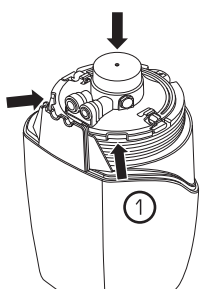

Рис. 48
20. **Вставьте держатель с картриджем в корпус, выравнивая прорези на держателе с выступами на корпусе** ①.
Опустив ручку вниз, сильно нажмите на держатель, пока он не достигнет дна корпуса ② (рис. 48).